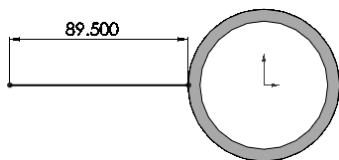

图 4-7 绘制直线
STEP 4 在“前视基准面”中绘制如图 4-7 所示的草绘图形, 注意设置其一个端点与螺旋线的几何关系为“穿透”。